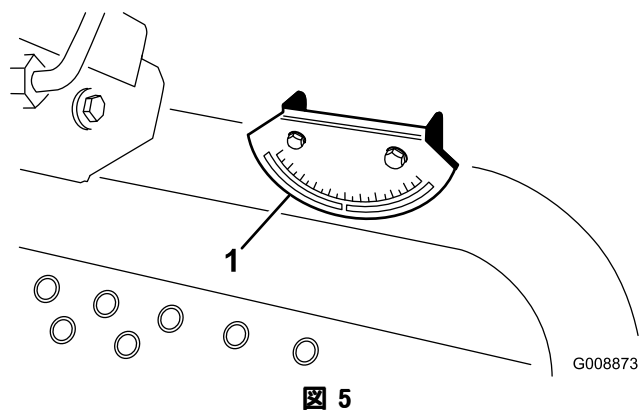

図 5
2. 機体のクロスビーム（燃料タンク脇）に携帯斜面計（付属品）を置いて、機体が水平になっていることを確認する（図 5）。このとき、運転席に座った状態で、機体に装着されている傾斜計の読みが 0° であれば問題ない。